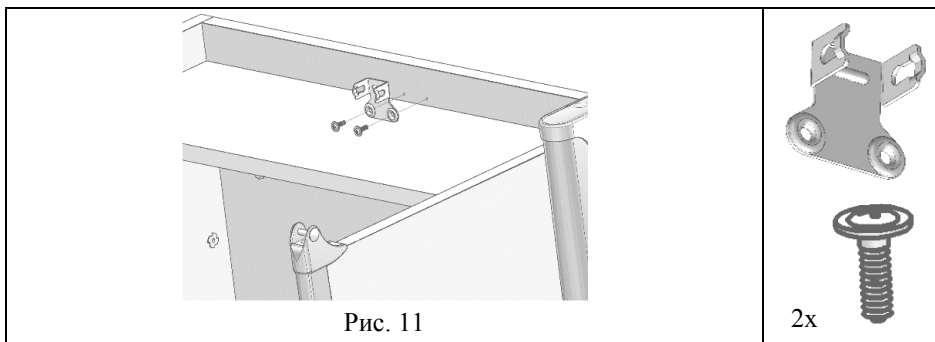

Рис. 11
5.4.1. К сборке по п.5.3.3 прикрутить кронштейн нижний (поз. 2, пакет №9а) при помощи саморезов с прессшайбой (поз. 2, пакет № 142а), см. рис. 11.